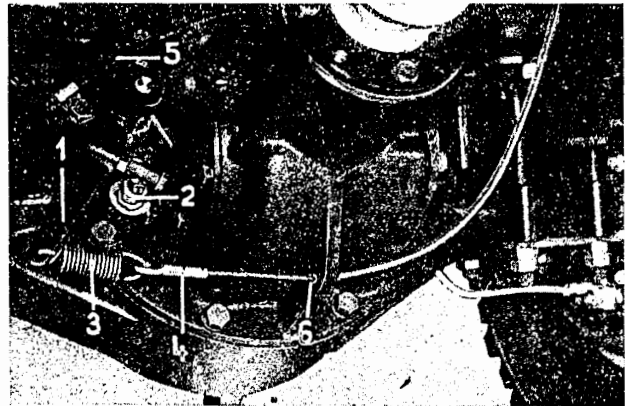
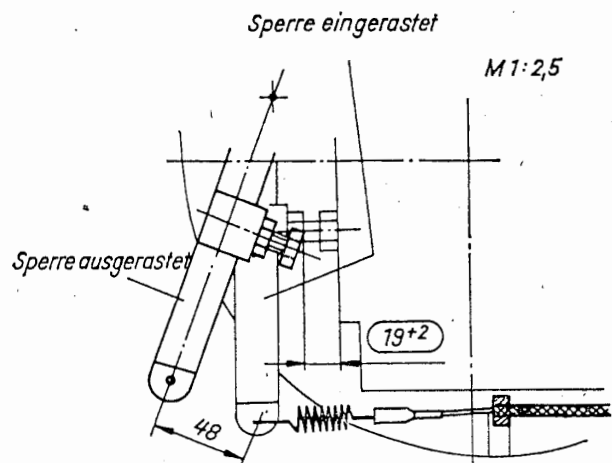

Bild H 42. Achsgetriebe
Bild H 43. Seilzuganbau Differentialsperre
4. Seilzuganbau Differentialsperre (Bild H 42 und Bild H 43).